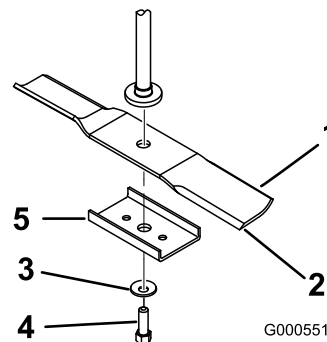

Figure 46
Tenez la lame par son extrémité avec un chiffon ou un gant épais. Enlevez de l'axe le boulon, la rondelle bombée, le renfort et la lame de l'axe (Figure 46).
1. Placez la lame sur l'axe (Figure 46).
- Montez le renfort, la rondelle bombée (face concave vers la lame) et le boulon de lame (Figure 46).